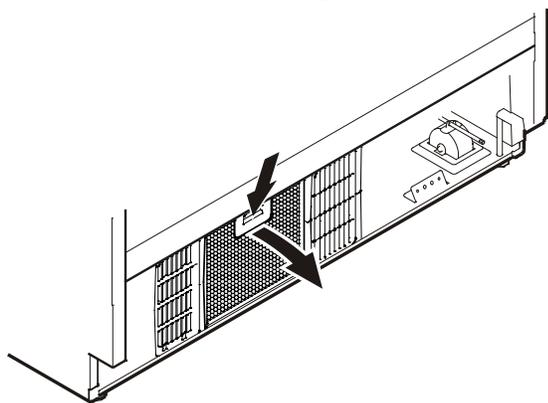

Figura 25
- Pressione para baixo a tecla localizada no filtro, vire o filtro para baixo e retire-o - **Figura 25.**